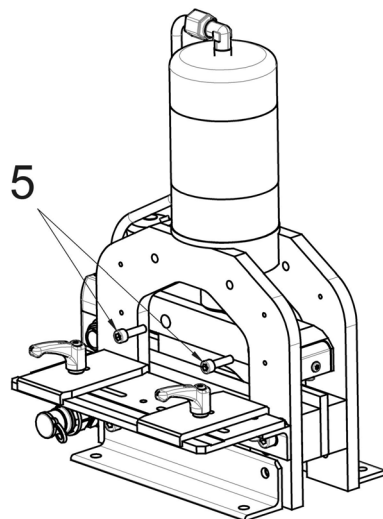

Fig. 12 : desserrer les vis de fixation
- Desserrer maintenant les deux vis M8 (fig. 12, 5) sur le côté du porte-lame.
- Resserrer les deux vis M8 (fig. 12, 5) depuis le côté avec un couple de serrage de 15 – 20 Nm.